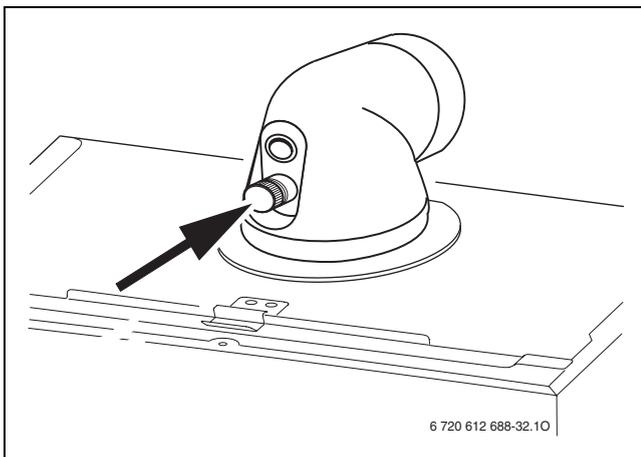

Fig. 39
- ▶ Rimuovere il tappo dalle prese di analisi combustione (→ fig. 39).